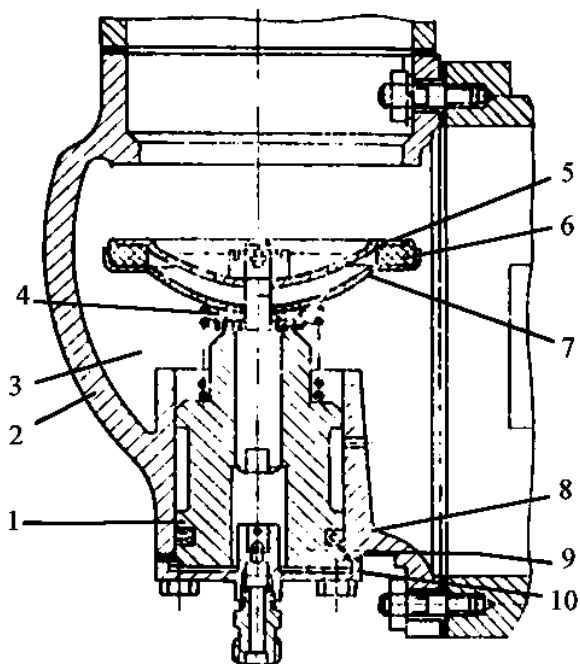

Рис. 7. Клапан впускной:
5.1.5. Впускной клапан состоит из корпуса 2 (рис. 7) с цилиндрической расточкой и поршня 1. В расточке поршня перемещается шток 3, на конце которого между дисками 5, 7 закреплено уплотнительное кольцо 6. Под действием пружины 4 шток поднимается, и кольцо закрывает впускной патрубок. При работе станции, вследствие разрежения воздуха, создаваемого в корпусе впускного клапана, диск опускается и открывает доступ воздуха в цилиндр I ступени. При остановке компрессора под действием пружины 4 клапан закрывается.